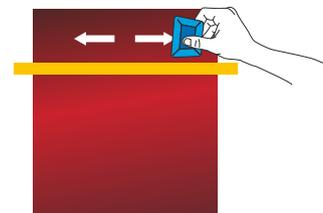

Figure 05
- Commencer le collage du film avec une raclette (préalablement recouverte de feutrine) formant un angle à 45° et un sens d'application du centre vers les bords. (FIG. 05)